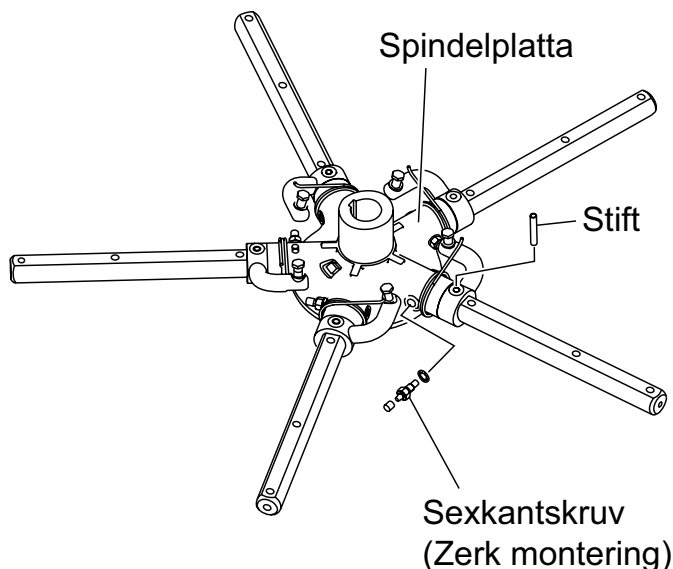

Bild 40. Ta bort spännhylsan och zerk smörjnippeln
2. Varje glättararm hålls på plats på spindelplattan med en sexkantsbult (zerk smörjnippel) och en spännhylsa. Ta bort både sexkantsbult och spännhylsa (bild 40) från spindelplattan.